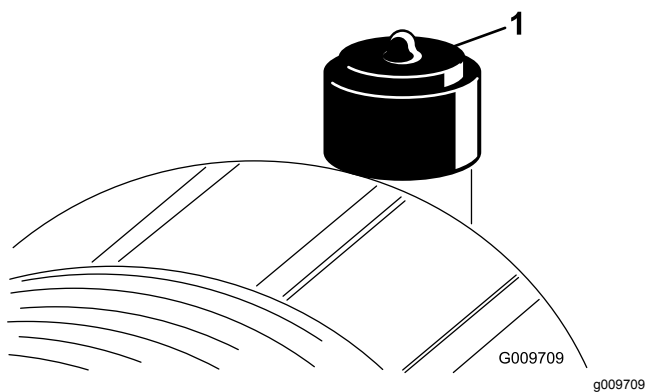

Figura 76
Revise el filtro del limpiador de aire únicamente cuando el indicador de mantenimiento (Figura 76) lo requiera. El cambiar el filtro antes de que sea necesario sólo aumenta la posibilidad de que entre suciedad en el motor al retirar el filtro.
2. Reinicie el indicador (Figura 76) si se ve rojo.